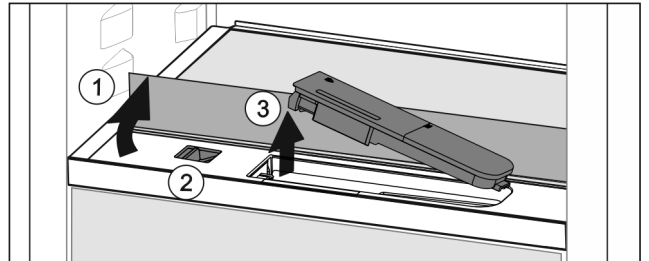

Fig. 48
- ▶ Stekleno ploščo dvignite in jo sklopite nazaj do omejevalnika Fig. 48 (1).
- ▶ Drsnik Fig. 48 (2) potisnite v levo.
- ▶ Odstranite rezervoar za vodo Fig. 48 (3).